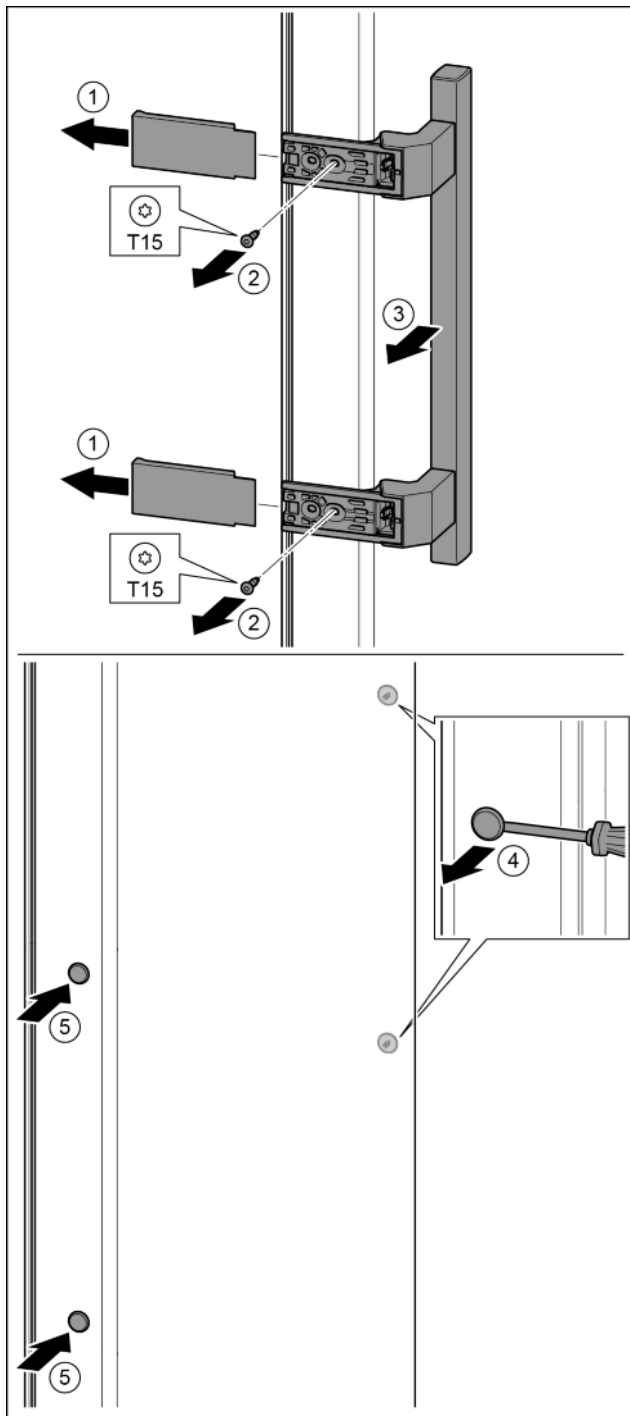

Fig. 15
- ▶ Снять крышку. Fig. 15 (1)
- ▶ Выкрутить винты отверткой T15. Fig. 15 (2)
- ▶ Снять ручку. Fig. 15 (3)
- ▶ Осторожно приподнять шлицевой отверткой боковые заглушки и вынуть их. Fig. 15 (4)
- ▶ Заглушки снова вставить с другой стороны. Fig. 15 (5)